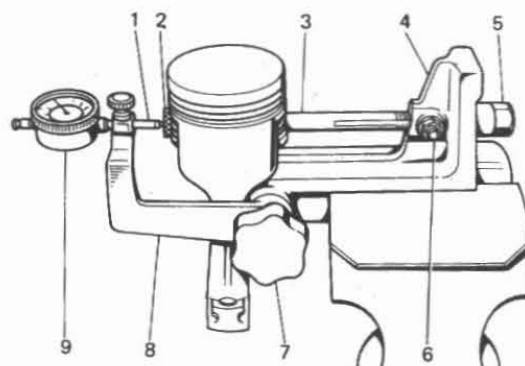

Fig. 2-33. El grupo émbolo-bulón-biela montado instalado en el dispositivo A.95615 para comprobar el bulón a extracción:
- sujete la base 4 (fig. 2-33) del dispositivo en el tornillo de banco e instale en el mismo el grupo émbolo-biela armado;